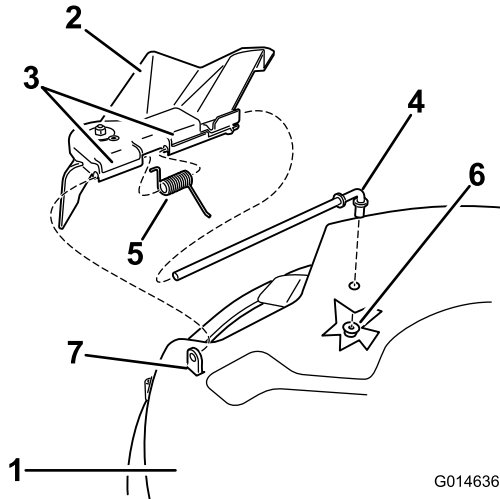
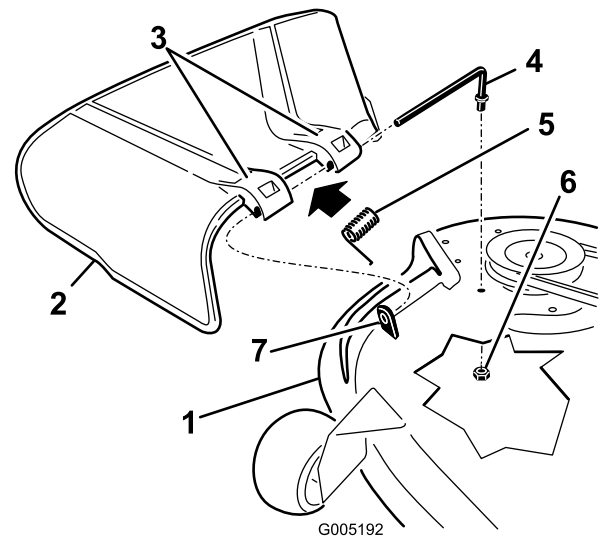

Bild 72
Bild 73
- Entfernen Sie die Mutter (3/8") von der Stange unter dem Mähwerk (Bild 72 und Bild 73).
- Schieben Sie die Stange aus dem kurzen Abstandsbolzen, der Feder und dem Ablenklech (Bild 72 und Bild 73).
- Montieren Sie das Ablenklech (Bild 72 und Bild 73).
- Schieben Sie die Stange durch die zweite Halterung am Grasablenklech (Bild 72 und Bild 73).
- Befestigen Sie das hintere Stangenende mit einer Mutter (3/8") am Mähwerk, wie in Bild 72 und Bild 73 abgebildet.